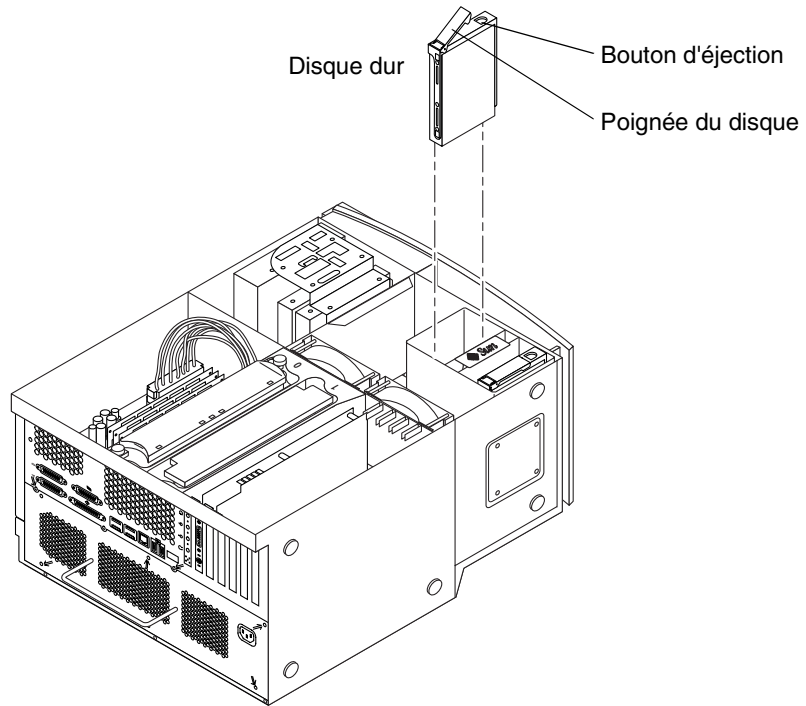

FIGURE 11 Installation d'un disque dur supplémentaire
2. Localisez la baie vide de disque dur dans le support de disque dur (reportez-vous à la FIGURE 11).